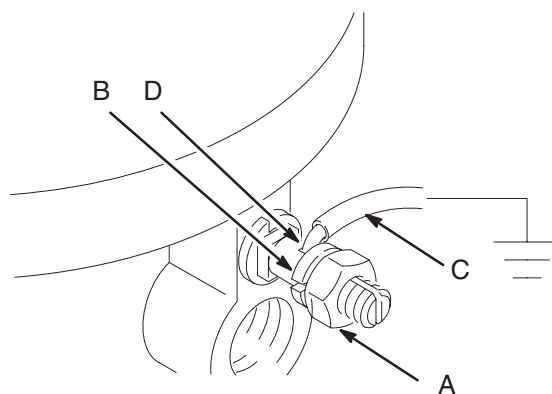

Fig. 1
- **Pumpe:** Bruk en jordledning og en klemme, slik som vist i Fig. 1. Løsne låsemutteren (A) og skiven (B) på jordingstappen. Bruk en jordledning (C) som er minst 1,5 mm² i diameter, og stikk den ene enden inn i slissen i tapen (D). Trekk låsemutteren godt til. Koble ledningens andre ende til en god jordforbindelse.